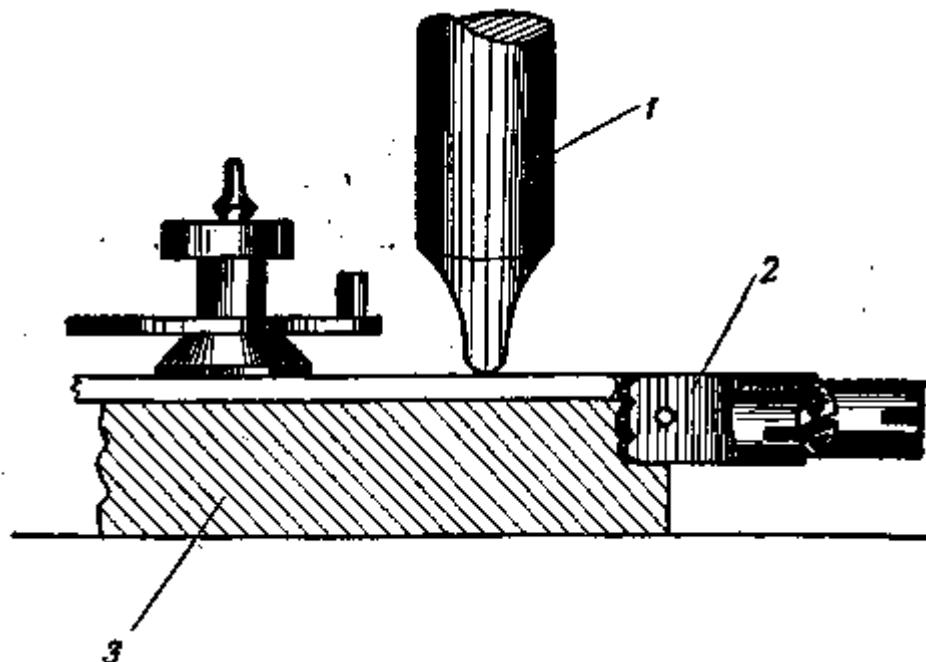

Рис. 89. Способ выравнивания баланса: 1 — пuhanсон; 2 — баланс; 3 — деревянная подставка
2. Оправка-подставка из дерева твердой породы с гладкой рабочей поверхностью, с отверстием для двойного ролика. На оправку кладут перекладину баланса и с небольшим нажимом выпрямляют ее пулансоном (рис. 89).